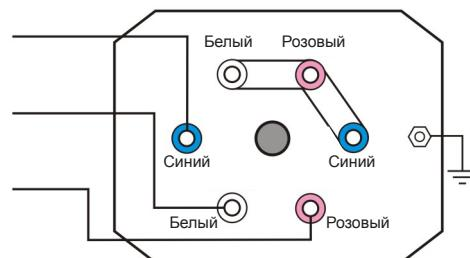

Рис. 4
- При поставке нагреватель настроен на подключение к трехфазной сети 400 В (см. рис. 4 и электрическую схему на с. 7), но его можно перенастроить на подключение к трехфазной сети 230 В (см. рис. 5 и электрическую схему на с. 8); это относится ко всем вариантам кроме 72 кВт.
- Входные кабели для контакторов должны быть защищены предохранителями в соответствии с таблицей, с учетом соответствующего рабочего напряжения, см. рис. 4 или 5.
Нагреватель поставляется с фирменной табличкой и с настройкой на подключение к трехфазной сети 400 В (см. рис. 4), но его можно перенастроить на подключение к трехфазной сети 230 В.